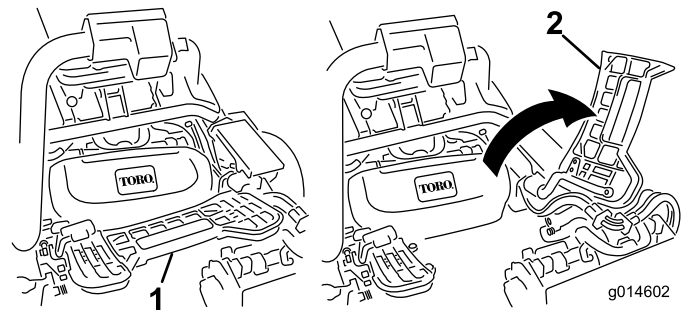

図 32
2. フットレストを跳ね上げて開き、中央カッティングユニット取り付け位置へのアクセスを確保する **図 32**。